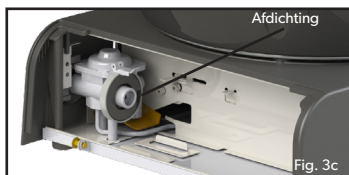

Fig. 3c
- Controleer of de afdichting (Fig. 3c) op zijn plaats zit en in goede staat verkeert voordat u de patroon aansluit.